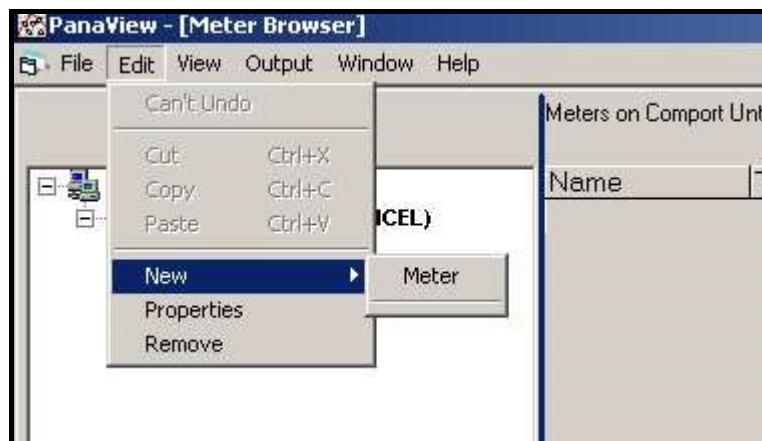

Figura 35: Opción Nuevo en el menú de Editar
2. Haga clic en la opción *Nuevo* del menú *Editar* (véase *Figura 35*).